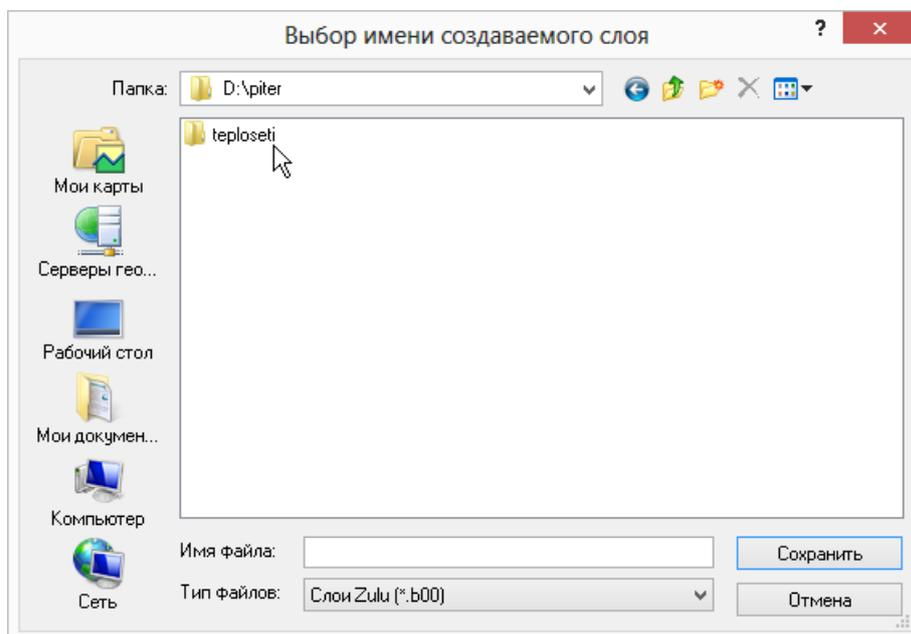

Рисунок 3.7. Диалог сохранения слоя
3. В окне сохранения файла (Рисунок 3.7, «Диалог сохранения слоя») выбрать диск и каталог, где будут храниться файлы моделируемой тепловой сети. **Слой сети следует создавать в отдельной папке.**